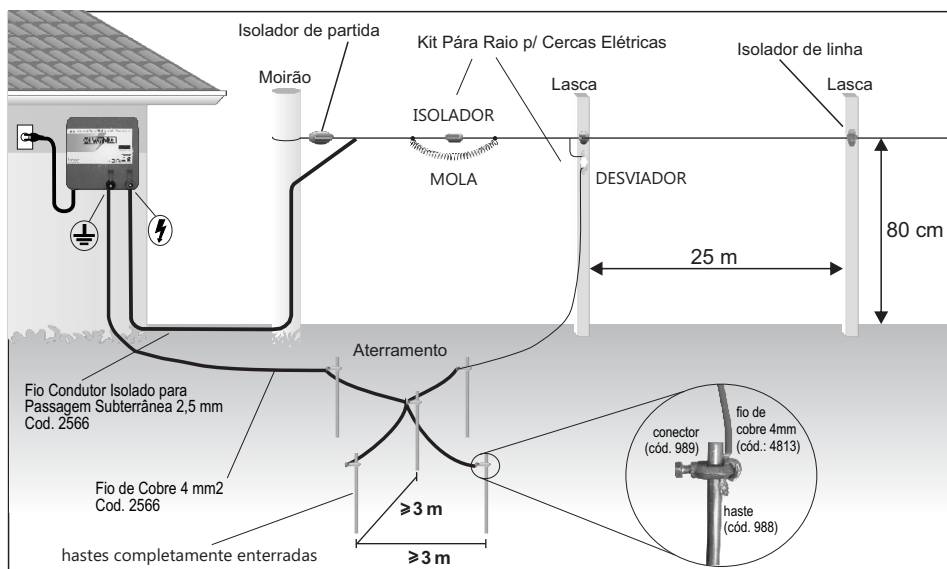

Fig. 3 - Instalação do eletrificador
Para o máximo rendimento do seu eletrificador, instale 3 (5 se usado o kit pára raio) hastes cobreadas de 2 metros enterradas por completo na vertical e separadas a 3 metros uma da outra, (veja Fig. 3) preferencialmente num lugar úmido. Se o solo for seco ou rochoso, poderá ser necessário mais hastes ou acrescentar um arame terra na cerca. Conecte firmemente um fio de cobre utilizando o conector (código 989) conforme figura 3. A outra extremidade do fio conectar ao terminal "Terra" (⚡) do eletrificador. Deve-se manter uma distância de pelo menos 10 mts entre as hastes de aterramento e quaisquer outros aterramento de proteção da rede elétrica, de sistemas de ordenha do sistema de telecomunicações e equipamentos em geral.
- ◆ O local deve ter espaço para fazer um bom aterramento. Isolar a área do trânsito de animais e pessoas (veja a Fig. 3).